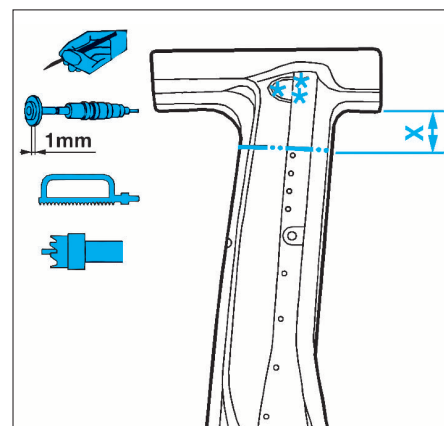

FIG. 69
- Tracer, découper et percer selon (Fig.69 et 70).